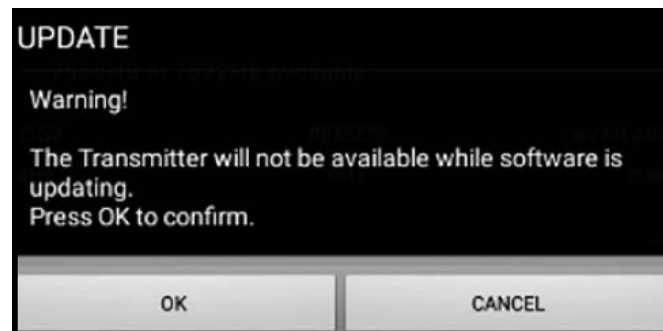

图 107: 更新确认屏幕
- 在下面 图 107 中所示的屏幕上，单击确定按钮确认更新并继续。